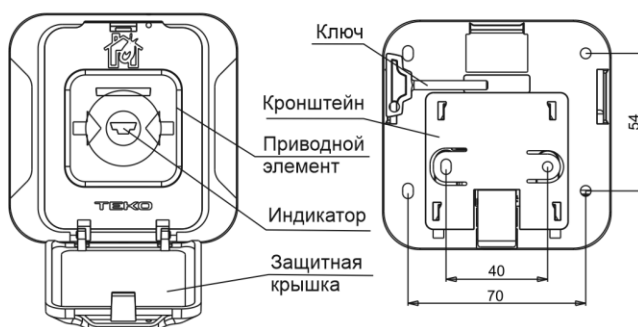

Рисунок 2
4.2 Конструктивно извещатель выполнен в виде блока из ударопрочной пластмассы ярко-красного цвета, состоящего из крышки, основания и защитной крышки (рисунок 2).